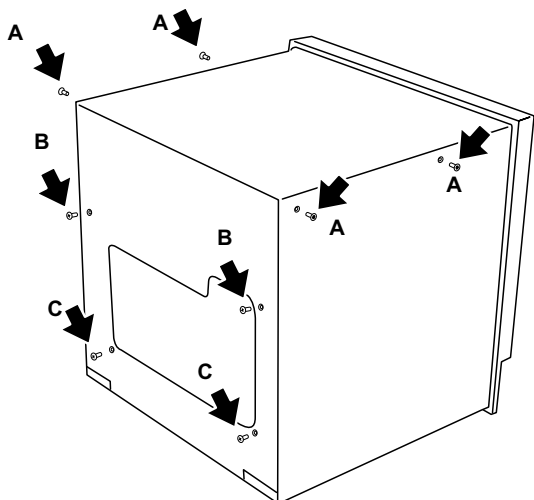

Figure 10.1a Dépose des fixations du capot
2. Retirez le capot supérieur/arrière combiné, en dévissant les quatre vis plates à tête fraisée marquées "A" sur la figure 10.1a, et les vis bombées à tête cylindrique ("B" et "C"). Toute la visserie doit être conservée pour le remontage. Pour les appareils actuels, les vis A sont des vis Torx T8. Certains modèles antérieurs utilisaient des vis cruciformes. Les éléments "C" étaient des rivets en deux parties sur certains modèles antérieurs.